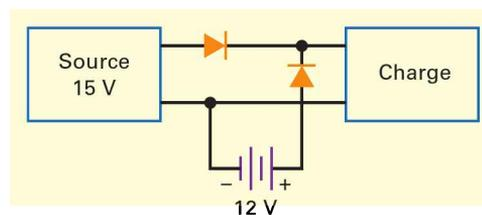

Figure 3.24
- 3.33 Certains systèmes, comme les alarmes électroniques ou les ordinateurs, utilisent des batteries de secours en cas de défaillance de l'alimentation principale. Décrivez le fonctionnement du circuit de la figure 3.24.